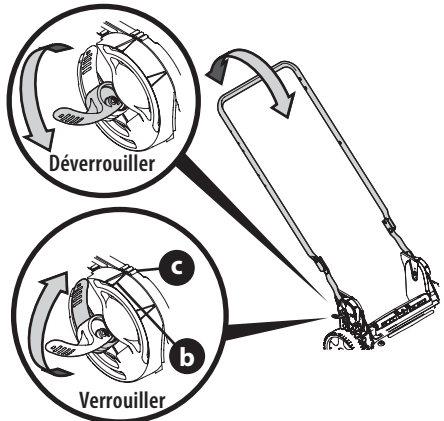

Figure 18
1. Abaissez les deux leviers de réglage pour les déverrouiller. Voir Figure 18.
3. Relevez les deux leviers de réglage. Voir l'encadré de la Figure 18.